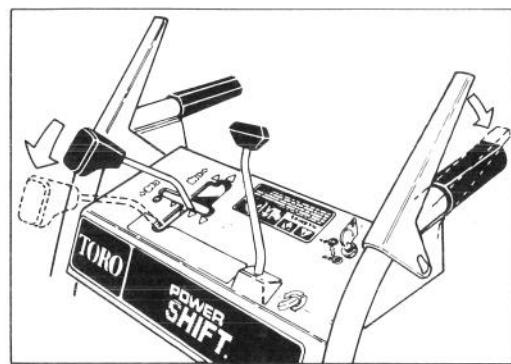

Abbildung 15
2. Um die Räder in die Vorderstellung oder Rückwärtsstellung zu bringen, die Schaltstange komplett nach vorn in die Power Shift-Stellung bringen und halten (Abb. 15).